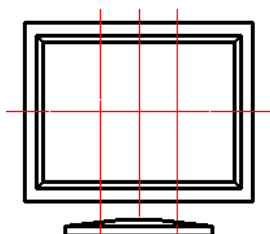

图 17.5.15 绘制两条竖直直线
(1) 创建图 17.5.15 所示的两条竖直直线。选择下拉菜单 **修改(M)** → **偏移(O)** 命令, 在命令行中输入偏移距离值 90 后按 Enter 键, 选择竖直的中心线为偏移对象, 并在该中心线的左右方各选择一点以确定偏移方向, 通过编辑命令调整直线的长度。
(2) 将前面通过偏移创建的两条中心线转换为轮廓线。首先选中此两条中心线, 然后在“图层”工具栏中选择“轮廓线层”。